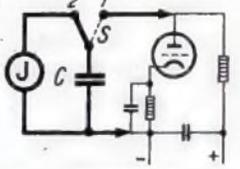

Bild 2. Verfahren zur Messung einer Spannung - insbesondere in Stromkreisen mit hohem inneren Widerstand - ohne ohmsche Belastung des Meßkreises.
In der Stellung III des Vierfach-Stufenhalters $S_3 \dots S_6$ liegt das Instrument in einer Schaltung, deren Wirkungsweise nicht ohne weiteres zu erkennen ist. Bild 2 gibt darüber Aufschluß. Hier ist ein Kondensator C gezeigt, der durch den Schalter S wahlweise an eine zu messende Spannungsdifferenz oder an ein Meßinstrument (J) gelegt wird. Dies hat folgenden Sinn:
In Schaltstellung 1 (Bild 2) liegt der Kondensator C an der zu bestimmenden Spannung und lädt sich im Verlauf einiger Zeit auf diesen Wert auf. Dann wird er vermittelt eines rasch und leicht bedienbaren Schalters an das Instrument gefaltet und erzeugt dort einen momentanen Ausschlag. Entscheidend für die praktische Anwendung dieses Meßverfahrens ist die Frage, ob man einen so raschen Ausschlag verfolgen und seinen Scheitelwert ablesen kann. Nach Versuchen, die der Verfasser vornahm und die im übrigen jeder selbst anstellen kann, macht es — einige Übung vorausgesetzt — tatsächlich im allgemeinen keine Schwierigkeiten, die Größe des Zeigerausfalls festzustellen. Allerdings sind zwei Messungen notwendig, eine zur ungefähren Feststellung der Größe des Ausschlags und eine andere, bei der man das Auge auf den Bezirk der Skala gerichtet hält, innerhalb dessen der Scheitelwert liegt. Es gibt zwar Instrumente, die so gedämpft sind, daß der Zeiger in der Maximalstellung seines Ausschlags festgehalten wird, doch sind dies besondere und kostspielige Meßinstrumente, die für ein derartiges Universalgerät nicht in Frage kommen. Bei einer Reihe von daraufhin unterfuchten handelsüblichen Drehpulvinstrumenten war die Dämpfung gerade so bemessen, daß einem genügend Zeit zur Beobachtung gegeben ist. Da die Größe des Ausschlags von der Dämpfung des Drehsystems abhängt, die ihrerseits bei den Instrumenten recht verschiedene Werte annimmt — auch wenn es sich um listenmäßig gleiche Instrumente der Firma handelt —, können genaue Angaben über die Größe der zur Erzielung eines bestimmten Meßbereichs notwendigen Kapazität nicht gemacht werden. Als Anhalt gelten die aus Schaltung 1 und der Stückliste ersichtlichen Angaben, aus denen z. B. hervorgeht, daß ein mit etwa 50 Volt aufgeladener Kondensator von $6 \mu F$ ein Drehpulvinstrument vom Typ des verbreiteten Mavometers gerade zum Vollauschlag bringt. Bei dem beschriebenen neuen Meßprinzip muß man in Kauf nehmen, daß die Aufladung des Kondensators unter Umständen bei sehr hochohmigen Stromkreisen eine geraume Zeit dauert. Will man z. B. mit dem kleinsten Meßbereich eine Schwundregelspannung messen, deren Stromkreis aus dem Zweipolgleichrichter und einem Siebwiderstand von $1 M\Omega$ gebildet ist, so